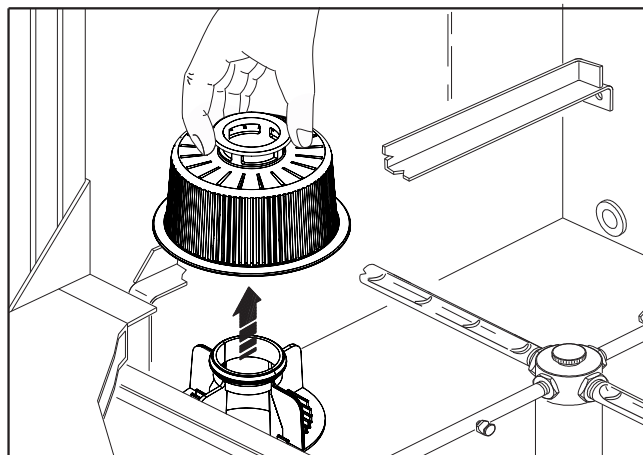

Рис. 17
5. Снимите и очистите фильтр моечного насоса (рис.17) и, при наличии, фильтры ванны.
9. Снимите и очистите фильтр моечного насоса (рис.17) и, при наличии, фильтры ванны.